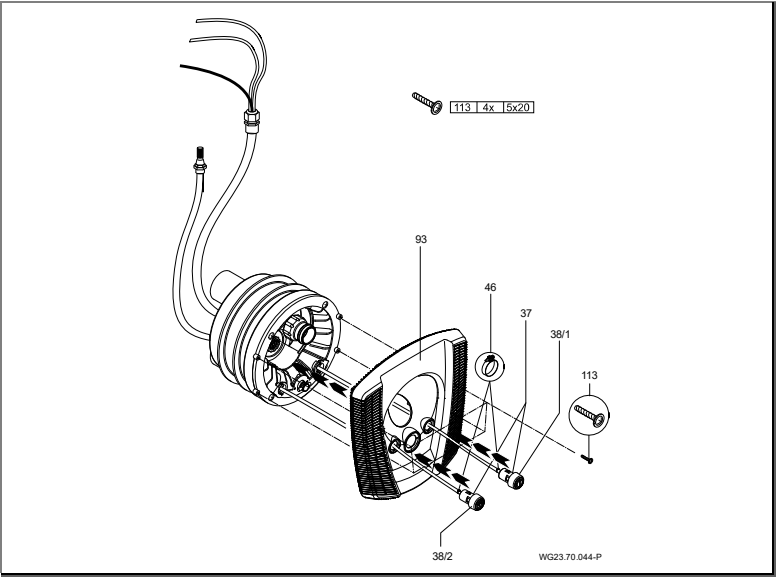

Fig. 17
6. Pasar las mangueras neumáticas por las aberturas de la placa (93) - encender y apagar la luz a la izquierda; encender y apagar la bomba a la derecha - y fijarlas a los pulsadores correspondientes con las abrazaderas para mangueras (46). (Fig. 17)